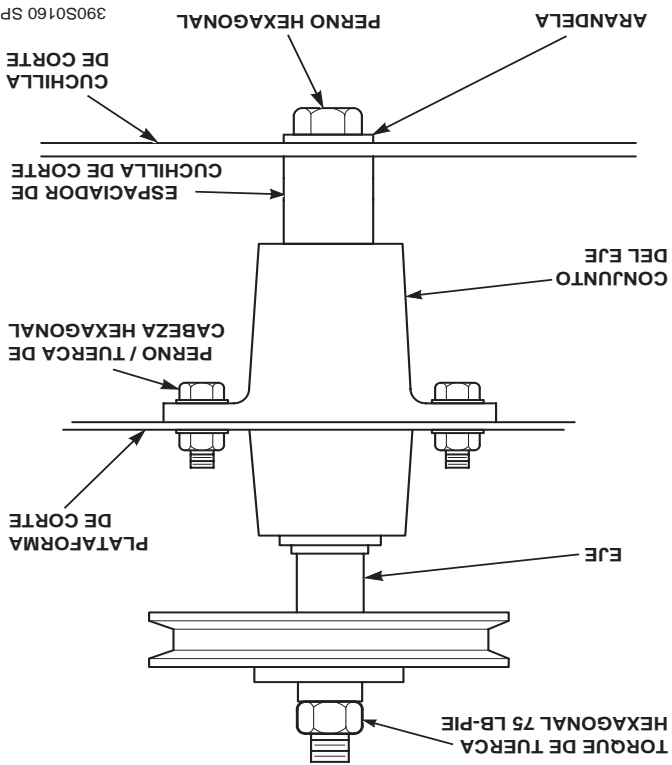

Figura 7-8 Reemplazo de la cuchilla
3. Asegure las cuchillas de corte para evitar que giren, (Use la herramienta opcional Blade Buddy, N/P 9212, para ayudarlo a asegurar las cuchillas de corte) y quite la tuerca del perno de fijación de la cuchilla. Quite la cuchilla de corte, el perno y el espaciador del eje. (Figura 7-8).
6. Instale la tuerca hexagonal en el perno de la cuchilla en la parte superior del eje de corte. Evite el giro de las cuchillas con un apriete de 75 lbs-pie. (Vea la Figura 7-8).